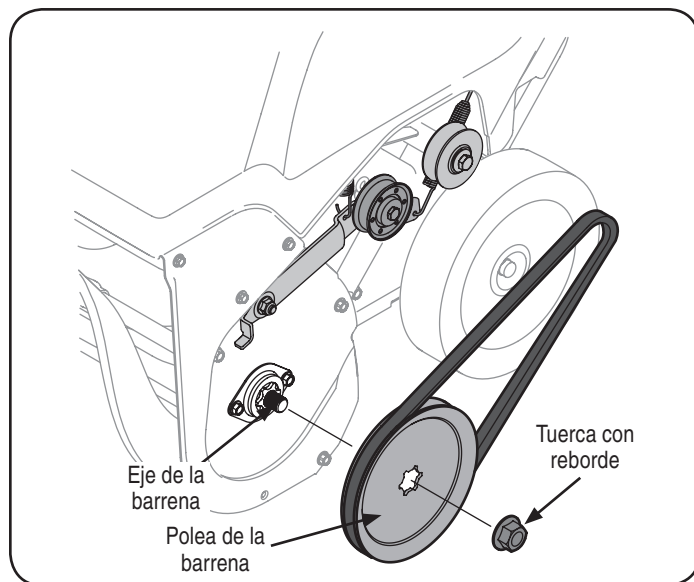

Figura 20
- Extraiga la tuerca de brida que sujeta la polea de la barrena al eje de la barrena. Vea la Figura 20.